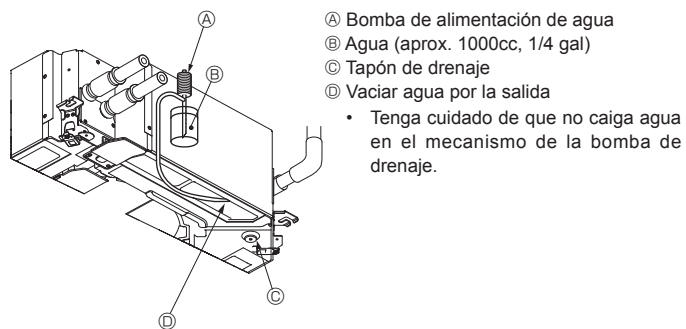

Fig. 7-8
7.3. Comprobación del drenaje (Fig. 7-8)